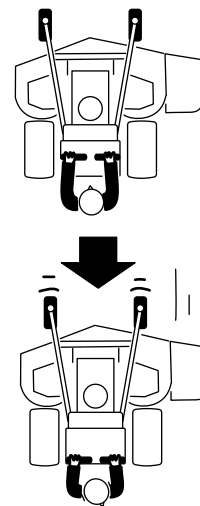

Figura 16
2. Puxe lentamente as alavancas de controlo de movimento para trás (Figura 16).